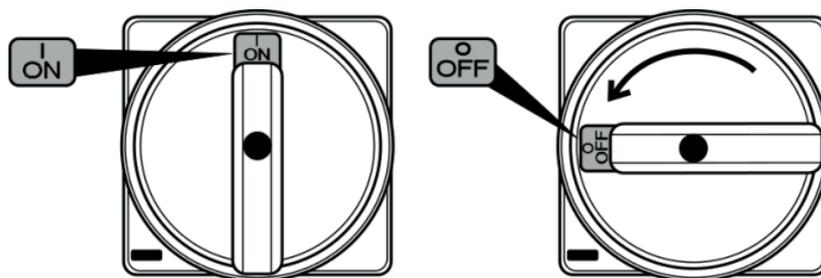

Fig. 6. INTERRUPTOR GENERAL DE LA SIERRA DE CARNE
Otro de los dispositivos extra es el interruptor general (42), que cuando esta en la posición de OFF, desenergiza el equipo completo a pesar de que éste se encuentre conectado a la alimentación principal (Ver Fig. 6).